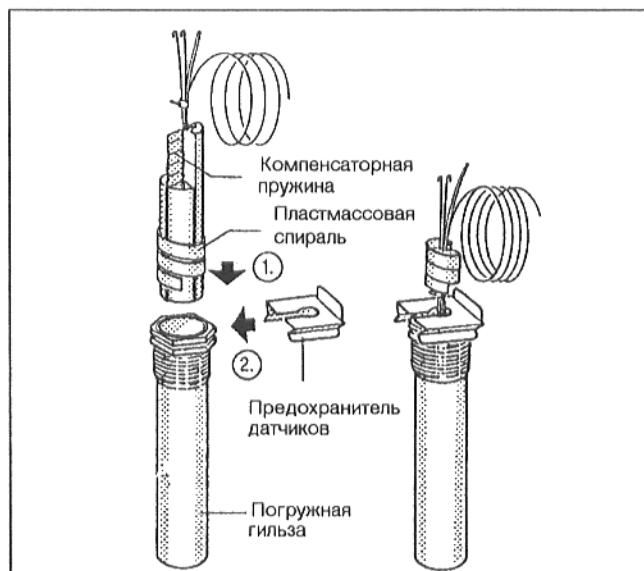

Рис. 9 – Принципиальное изображение
- Пластмассовая спираль, предназначенная для прижатия датчиков друг к другу, при вставлении автоматически сдвигается назад (Рис. 9).
- Чтобы обеспечить контакт между погружной гильзой и поверхностями датчиков и, тем самым, передачу температуры, между датчиками необходимо вставить компенсаторную пружину (Рис. 9).
- Сбоку или сверху надеть на головку погружной гильзы предохранитель датчиков (Рис. 9)